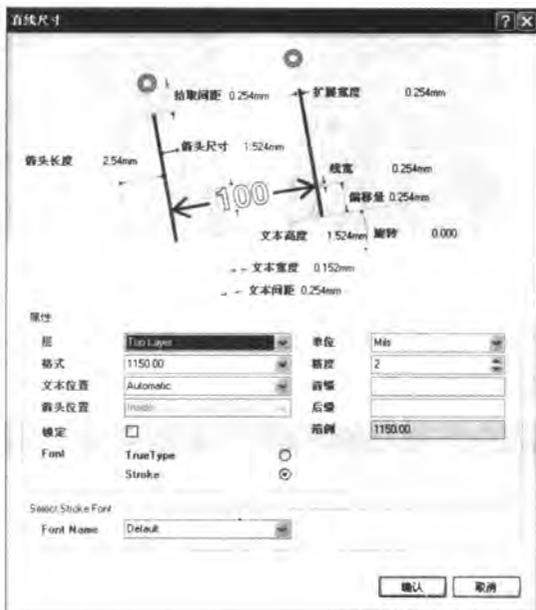

图 8-69 直线尺寸标注属性设置
- [5] 双击所放置的尺寸标注，或者在放置过程中按 **[Tab]** 键，打开如图 8-69 所示的【直线尺寸】属性对话框，可详细设置各项属性及参数，包括所在的层面、显示格式、位置、单位、精度、字体等。